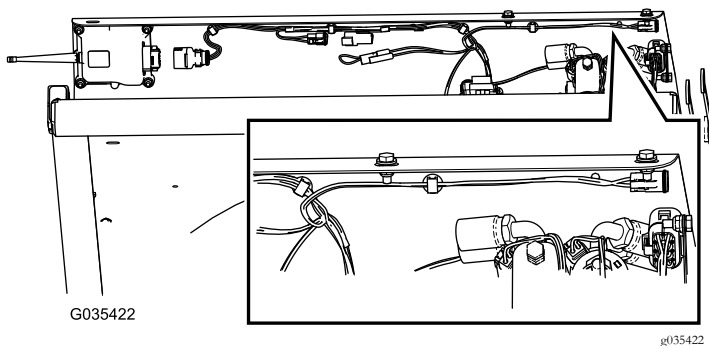

Bild 13
3. Verlegen Sie das E-Stopp-Anschlussende des Kabelbaums an der Unterseite der Schutzvorrichtung des Kotflügels, wie in Bild 13 abgebildet.